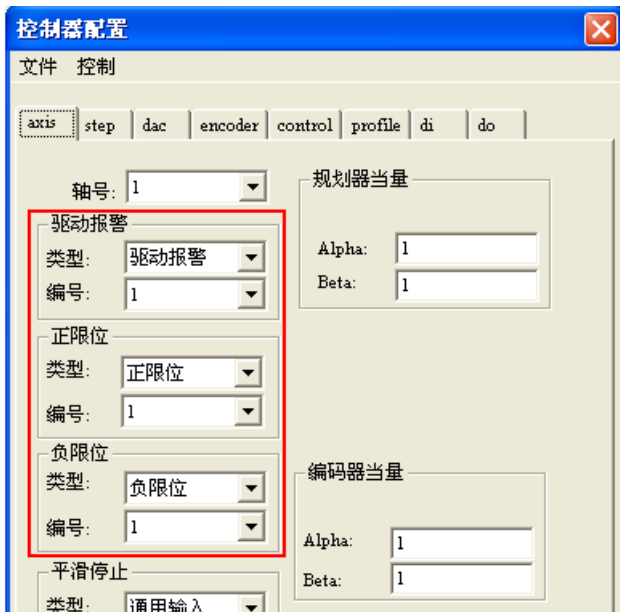
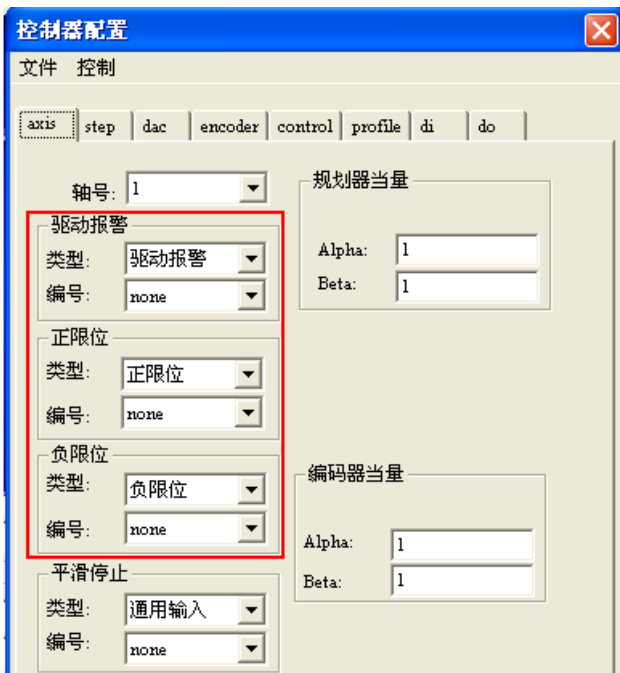

图 4-5 控制器配置模块对话框
图 4-6 无效限位以及驱动报警设置
1) 点击MCT2008主界面菜单“工具”-->“控制器配置”，将会弹出控制器配置模块对话框，如图4-5所示。
2) 图4-5 控制器配置模块对话框中显示“axis”配置状态为轴1的驱动报警绑定在1号驱动报警信号上，正限位绑定在1号正限位信号上，负限位绑定在1号负限位信号上。此时，由于未接传感器，而控制器默认状态下以上信号都是触发的。因此，应将以上信号无效掉，即各编号设置为“none”，操作如图4-6所示：
- 1) 启动MCT2008，如图4-4所示，复位控制器。点击主界面菜单“工具”->“控制器配置”，将会弹出控制器配置模块对话框，如图4-5所示。首先，将轴1的报警无效掉，如图4-6所示。接着，将标签页切换到“dac”标签页，选择dac编号1，将dac绑定到轴1上输出，其他的设置采取默认的设置，如图4-9所示：
(4) 对话框右边的一排按钮可以对轴进行一些操作。
- a) 控制器存在伺服报警，此时请按图4-6重新进行设置并按图4-8写入到控制器中。